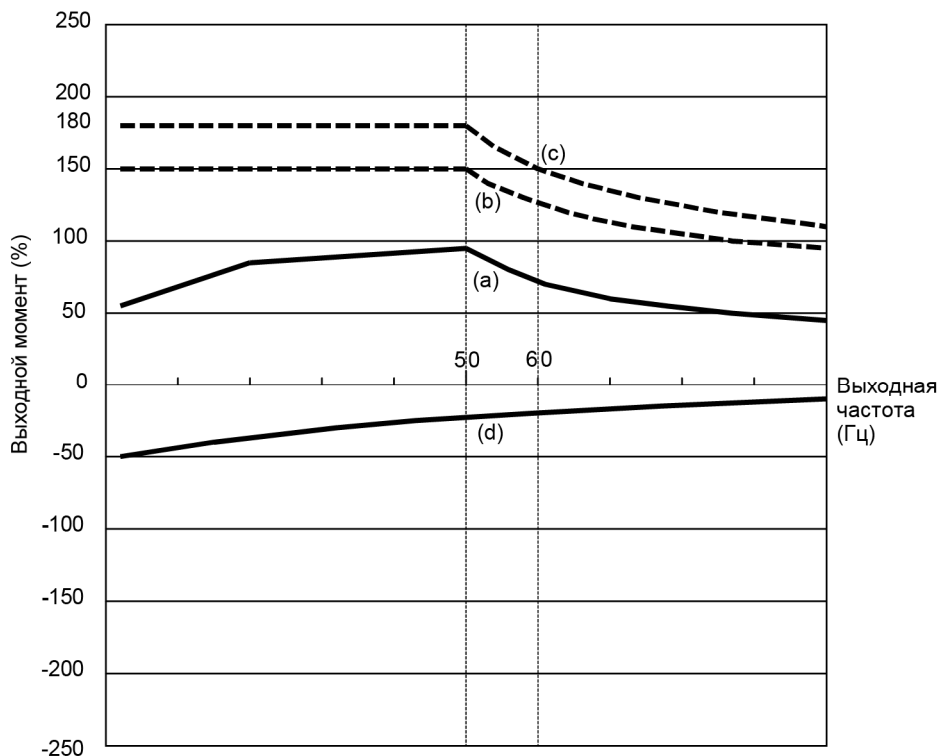

Рисунок 3.1 Характеристики выходного момента (Основная частота: 50 Гц)
**(1) Допустимый непрерывный момент вращения (Кривая (a) на Рис. 3.1 и 3.2)**
**(2) Максимальный кратковременный момент вращения (Кривые (b) и (c) на Рис. 3.1 и 3.2)**
**(3) Пусковой момент (в области нулевой выходной частоты 0 Гц на Рис. 3.1 и 3.2)**
**(4) Тормозной момент (Кривая (d) на Рис. 3.1 и 3.2)**